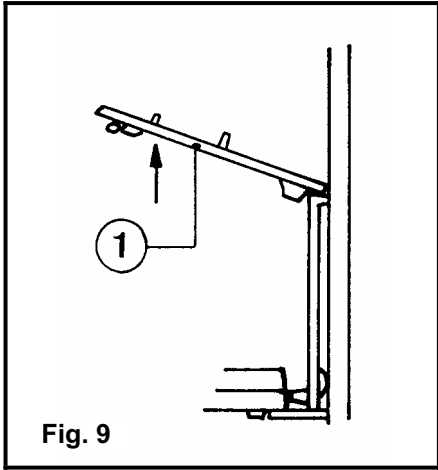
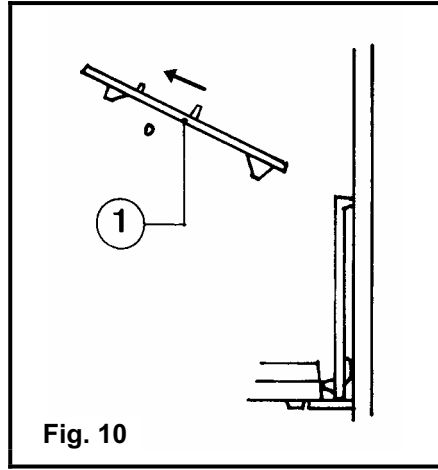

Fig. 9
Fig. 10
- Démontez le déflecteur : ① en le soulevant et en le tirant vers l'avant (Fig. 9 et Fig. 10).